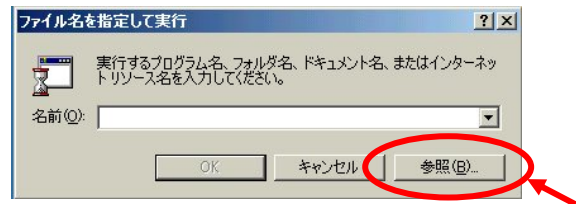

図1.2-14
(2) [参照(B)]ボタンをクリックしてください。(図1.2-14)